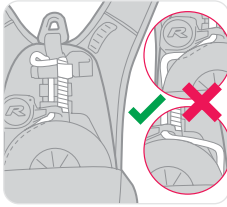

Figura 6
- Inspeccione la línea de descenso y compruebe que no esté 'floja' entre el tambor y el soporte (consulte la figura 6). Si la línea está floja, deberá retirar del servicio el MSA PRD y ponerse en contacto con MSA o un agente autorizado.